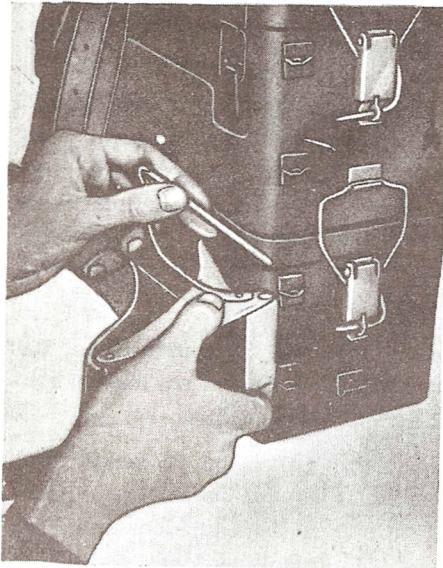

Bild 15. (forts)
1. En ackumulatorlåda (bild 15 A).